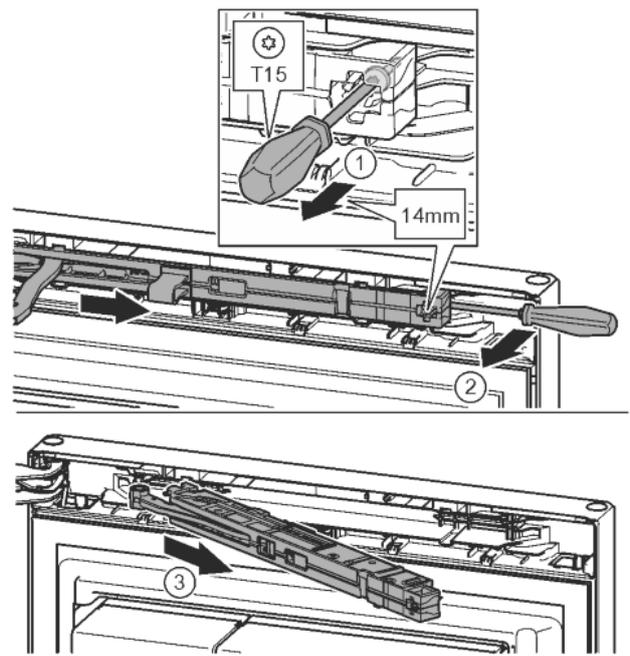

Fig. 15
- Allentare di ca. 14 mm la vite nell'unità dell'ammortizzatore di chiusura con il cacciavite T15. *Fig. 15 (1)*
- Portarsi con un cacciavite lato maniglia dietro l'unità dell'ammortizzatore di chiusura e ruotare in avanti. *Fig. 15 (2)*
- Estrarre l'unità dell'ammortizzatore di chiusura. *Fig. 15 (3)*